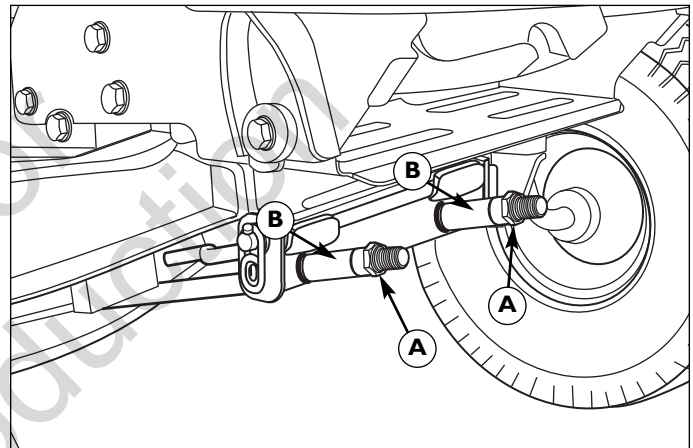

Figura 40. Nivelación del cortacésped de adelante hacia atrás
8. Al subir la parte delantera de la plataforma del cortacésped, apriete las contratuercas (A, Figura 40) y los espaciadores opuestos (B). Para bajar la parte delantera de la plataforma del cortacésped, suelte las contratuercas (A). Éstas deben girarse de forma uniforme en ambos lados a fin de mantener nivelada la plataforma.
9. Vuelva a revisar la medida de la cuchilla y apriete la tuerca delantera (B) contra el soporte para asegurarlo.